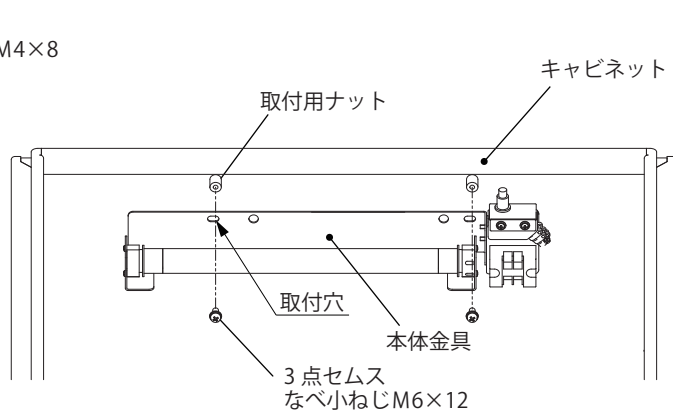

図 6
3. キャビネットの取付用ナットに、本体金具の取付穴を利用して、付属の 3 点セムスなべ小ねじ M6×12 (2 カ所) にて取付けてください。(図 6)